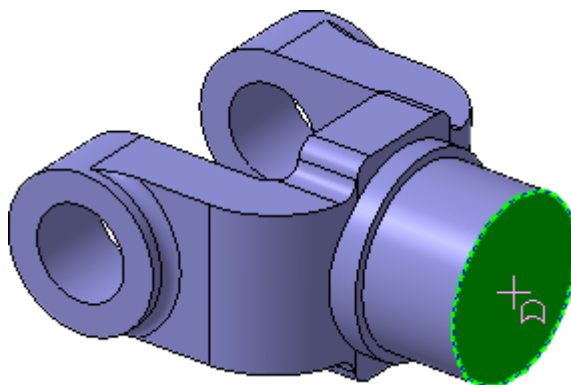

Рисунок 55.
- Разверните модель и укажите грань (рис. 55).